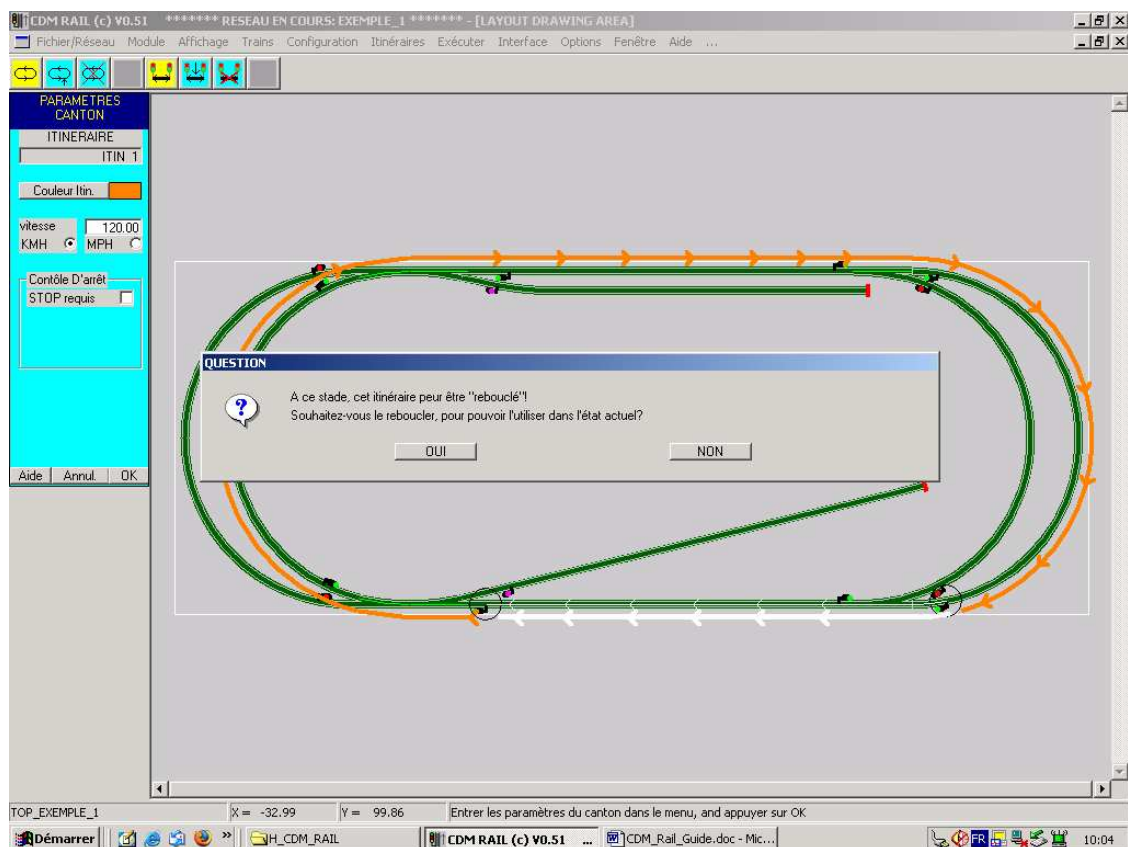

Figure 7-7 Ajout du dernier canton et rebouclage.
- Figure 7-7: à la validation du dernier canton: rebouclage de l'itinéraire.
Lorsqu'on valide le dernier canton (figure 7-7), une fenêtre de dialogue apparaît, et indique que l'itinéraire peut être rebouclé à ce niveau.